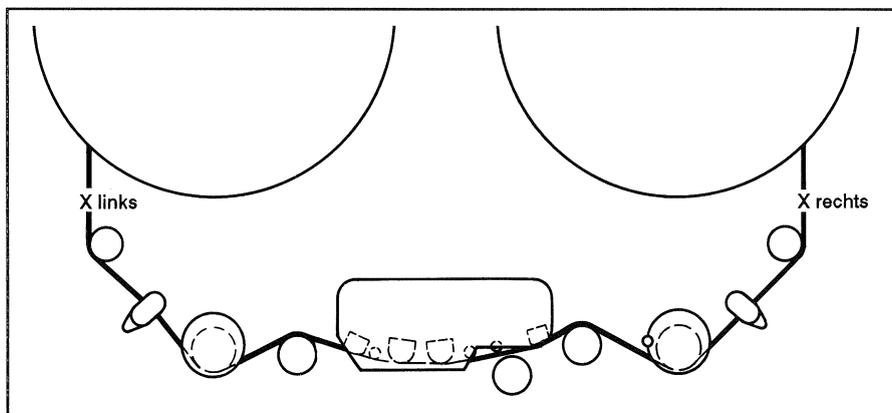

Fig. 32 Messpunkte für das Tentelometer
- Sind generell nur mit geeichten Tentelometer und an der richtigen Stelle auf dem Laufwerk zu machen, siehe Fig. 32.